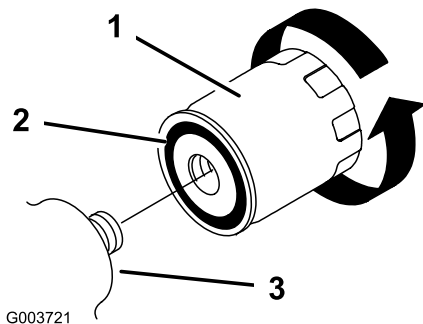

Bild 36
5. Entfernen Sie den alten Filter (Bild 36) und wischen Sie die Kontaktfläche am Filteradapter ab.
6. Ölen Sie die Gummidichtung am Ersatzfilter leicht mit Frischöl ein (Bild 36).
7. Drehen Sie den Austauschfilter auf den Filteradapter auf (Bild 36). Ziehen Sie ihn nach rechts fest, bis die Gummidichtung den Filteradapter berührt. Ziehen Sie ihn dann um eine weitere halbe Umdrehung an.